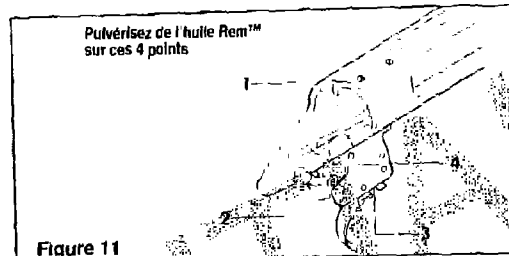

Figure 11
- 6 Pulvérisez de l'huile Rem™ sur la culasse et les 4 points du mécanisme de détente. Voir la figure 11. Laissez l'huile agir pendant 15 minutes. Pulvérisez de nouveau pour nettoyer les pièces. Secouez l'ensemble pour éliminer l'huile en excès.